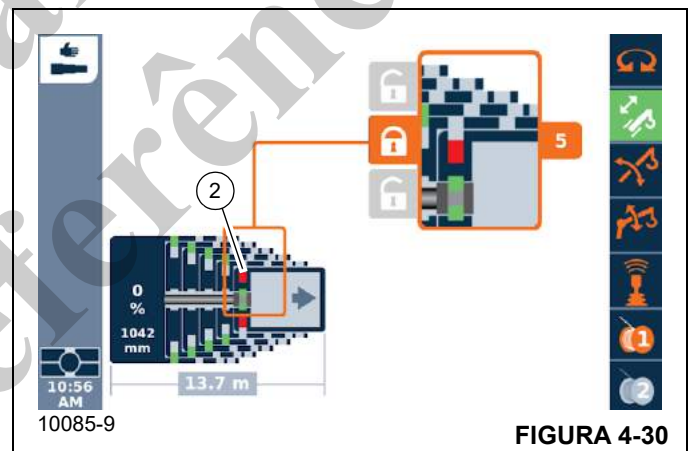

FIGURA 4-30
2. Confirme a seleção — os pinos de bloqueio serão retraídos. Símbolo (2, Figura 4-30) vermelho.